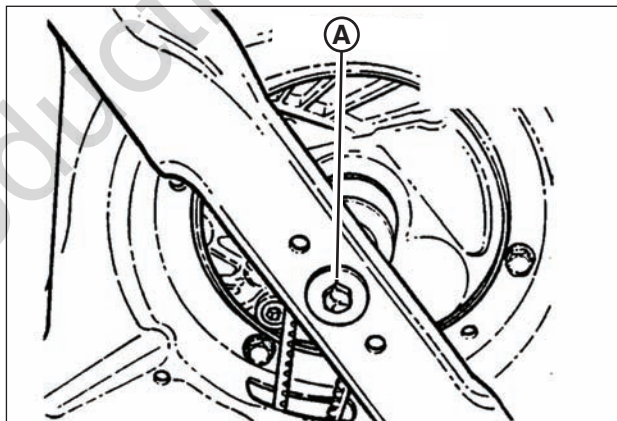

Figure 18: Serrage de la vis d'assemblage de lame
2. Basculez la tondeuse vers le haut sur ses roues arrière afin d'accéder à la vis d'assemblage de lame (**A, Figure 18**). Ne renversez pas la tondeuse avec la bougie d'allumage ou le carburateur en bas.